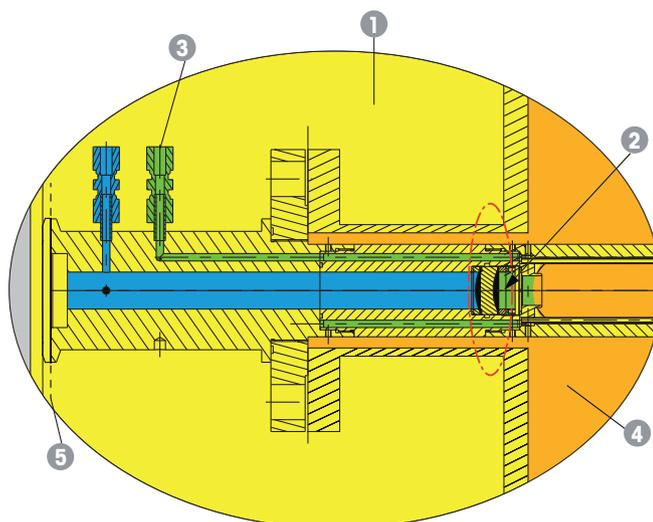

Figura 88 Interfaz entre la Zona 0 y la Zona 1 del GPro 500
- 8 Para ver una vista transversal detallada, consulte la Figura 88 «Interfaz entre la Zona 0 y la Zona 1 del GPro 500» en la página 127